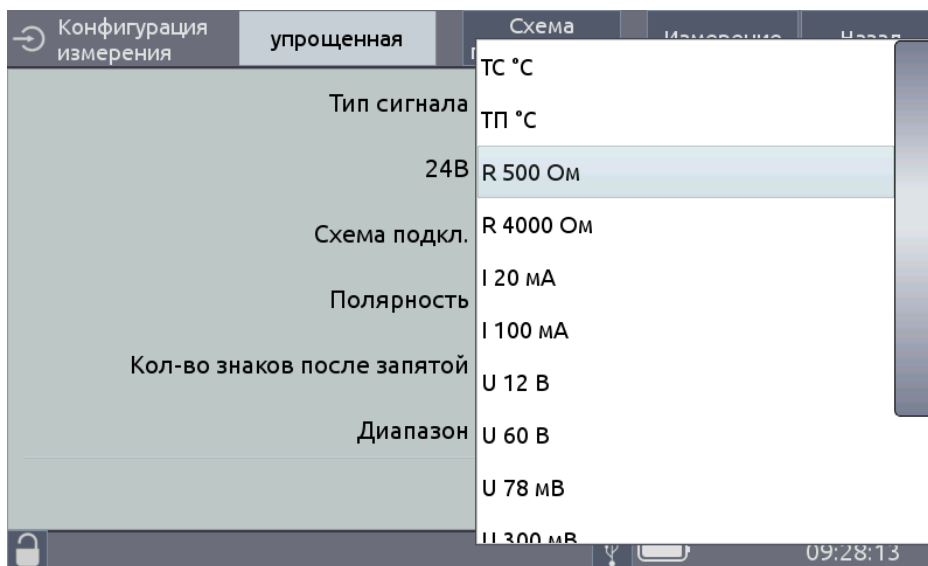

Рисунок 2.11
2.7.1.1 Параметр «Тип сигнала» позволяет сконфигурировать измерительный канал на работу с определенным типом первичного преобразователя (см. рисунок 2.11).